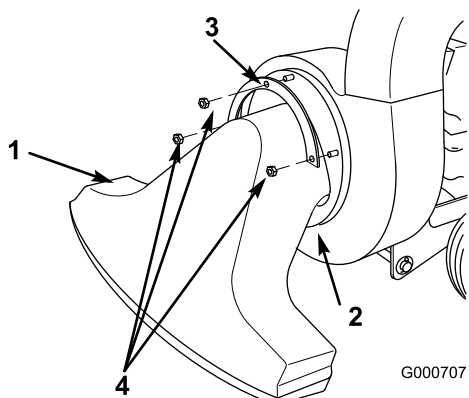

Figura 33
- Togliete il bocaglio anteriore (Figura 33).
- 7. Togliete il sacco dalla guida di scarico e togliete quest'ultima (Figura 33).